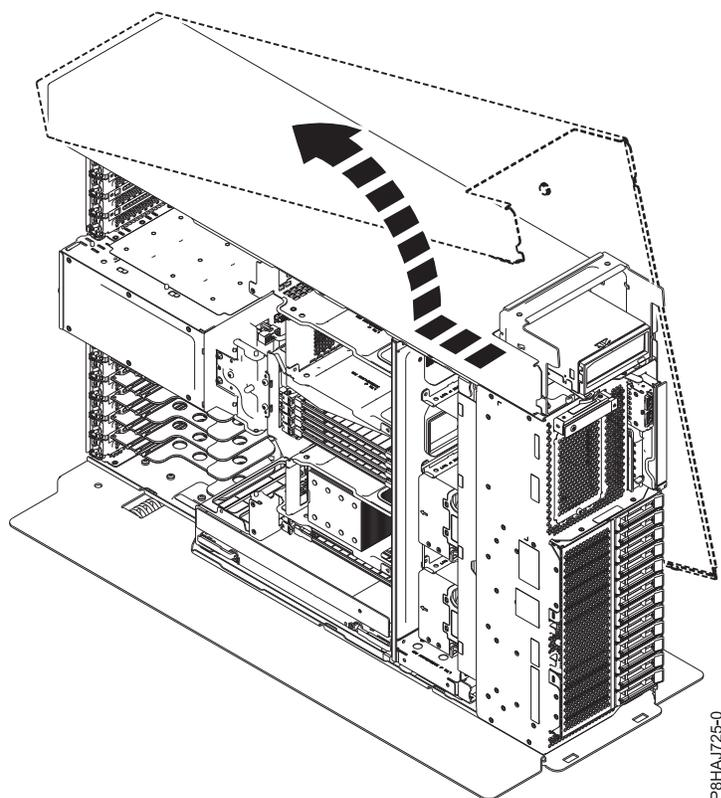

Figure 61. Retrait du capot latéral du système 8286-41A
5. Séparez le capot latéral du système en le faisant coulisser dans la direction indiquée figure 61.